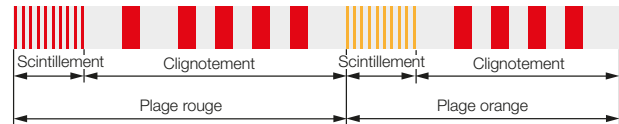

Fig. 8-2 : Signalisation optique de plusieurs erreurs
Dans l'exemple de la Fig. 8-2, il existe les zones rouges erreur 1 et erreur 4. Dans la zone orange, il existe l'erreur 4.
- Plage rouge sur la Fig. 8-2
- Plage orange sur la Fig. 8-2